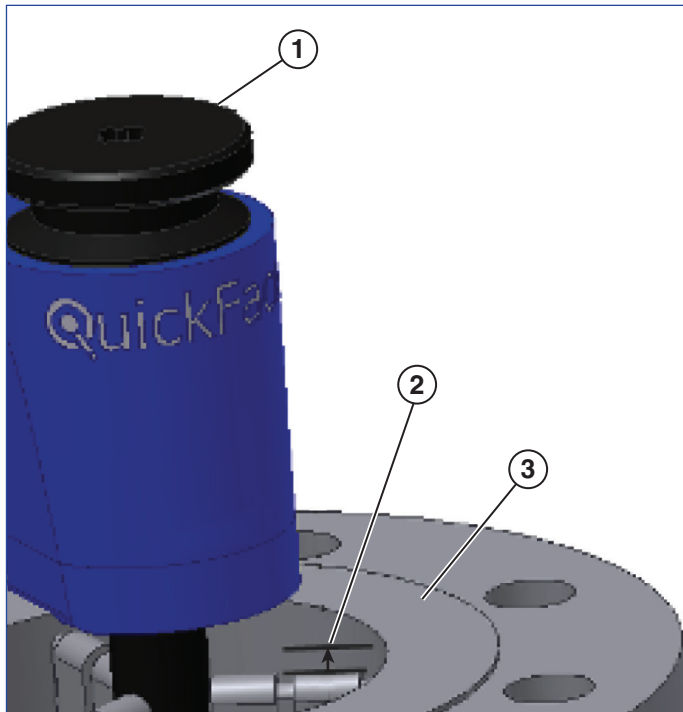

Figure 10
1. Installer le QuickFace sur la pièce de travail avec le sommet du module de positionnement, ou de la rallonge (le cas échéant), à à peu près 3mm en dessous de la face de bride (voir figure 10). Tourner la poignée de blocage du mandrin dans le sens horaire pour serrer les modules de positionnement. Basculer légèrement le QuickFace d'avant en arrière lors du serrage pour s'assurer qu'il est fermement calé dans la pièce à travailler. Si le mandrin du QuickFace ne peut pas être fermement serré à la main, insérer une clé à cliquet dans l'extrémité de la poignée de blocage du mandrin. **NE PAS TROP SERRER LA POIGNÉE DE BLOCAGE DU MANDRAIN ! CECI POURRAIT L'ENDOMMAGER !** Le mandrin est suffisamment serré quand le QuickFace ne bouge pas quand on soulève l'extrémité de la boîte des avances et des filetages.